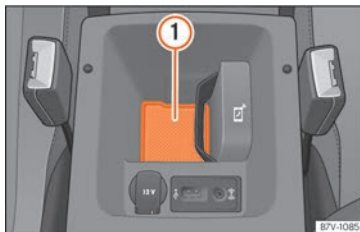

Fig. 232 Compartiment pour la connexion du téléphone mobile à l'antenne extérieure du véhicule situé dans l'accoudoir central avant.
Pour se connecter à l'antenne extérieure du véhicule, le téléphone mobile doit se trouver à la surface de la base » **fig. 232 ①**.